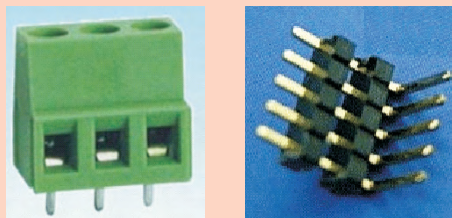

图 3.33 几种连接器
2. 为了实验连接方便,输入端要考虑选择与面包板的连接,输出端选择便于连接较粗导线的接线端子,图3.33中几种连接器可作为参考。